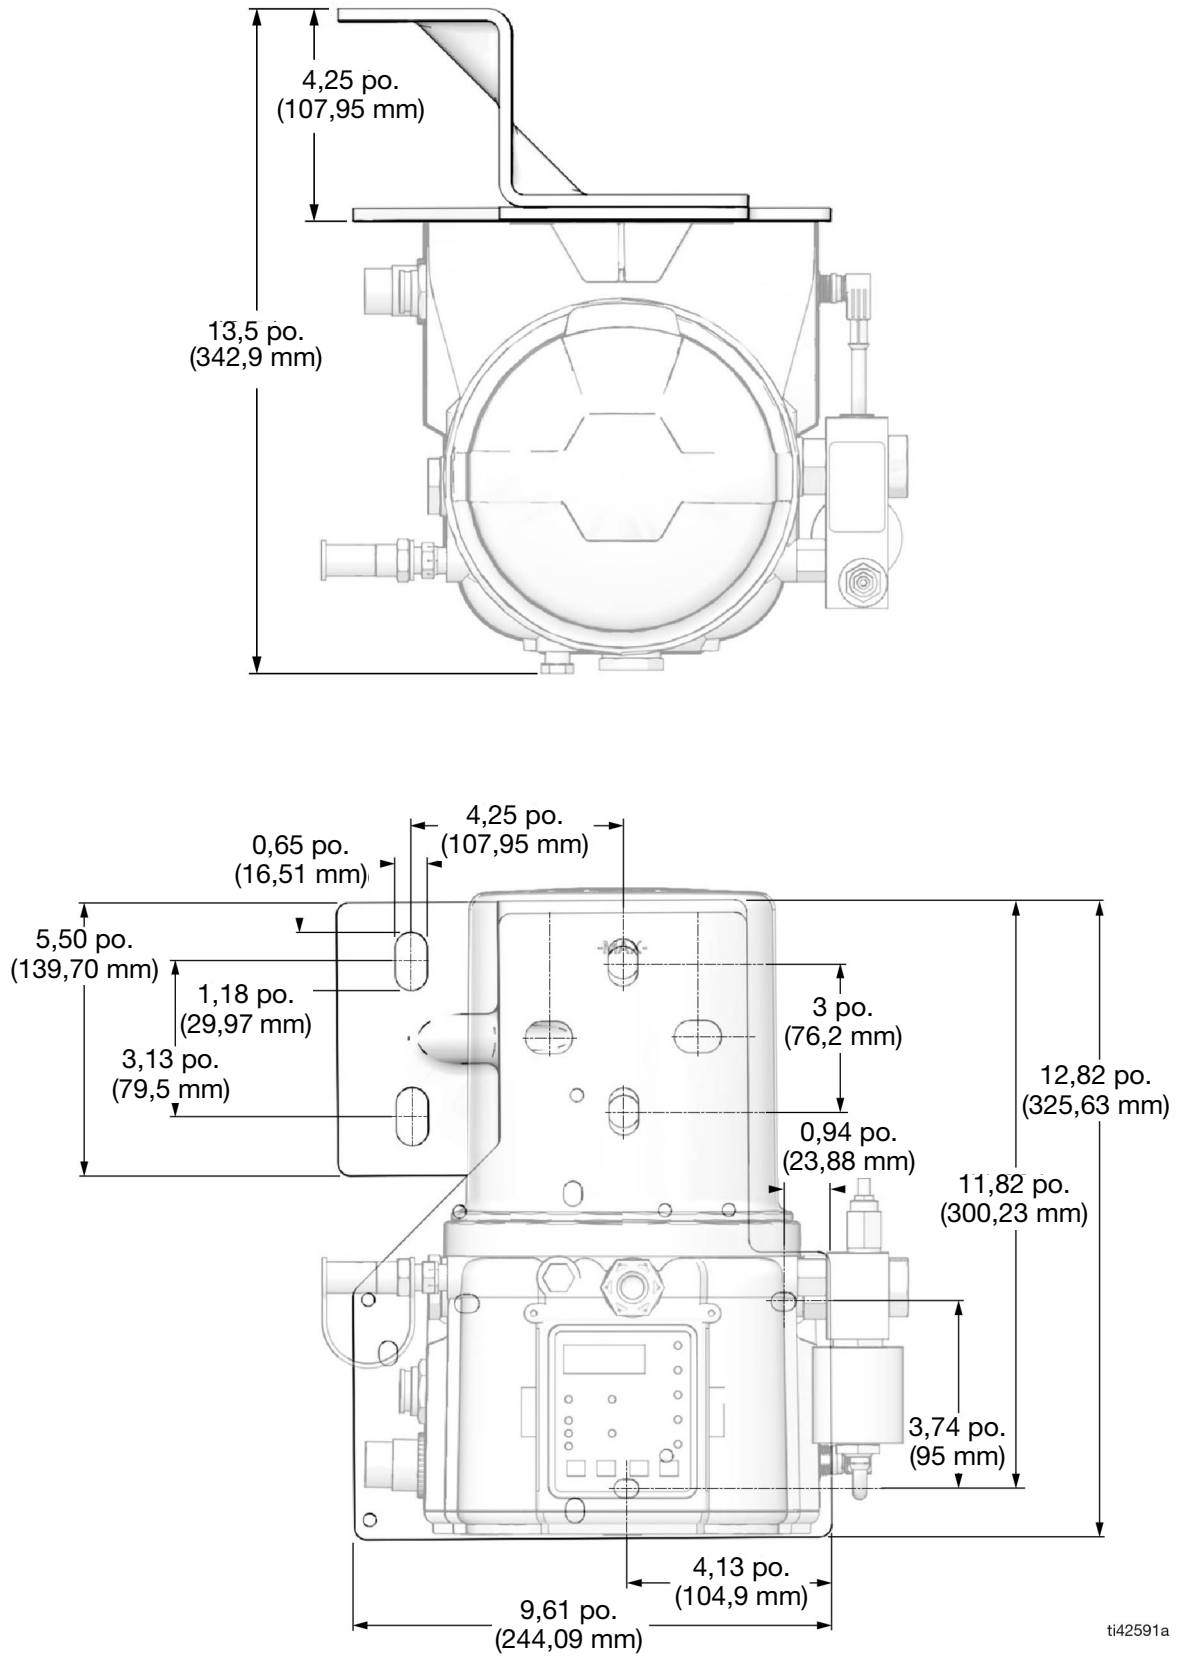

FIG. 12
**REMARQUE :** les supports de montage (n° de pièces 25T567 et 25T567) sont adaptés au montage sur la plupart des châssis de camion et disponibles chez Graco. Contacter votre distributeur local Graco si vous avez besoin d'aide pour commander cette pièce. Voir la FIG. 12, page 15 pour un support en fonction des dimensions de la pompe.